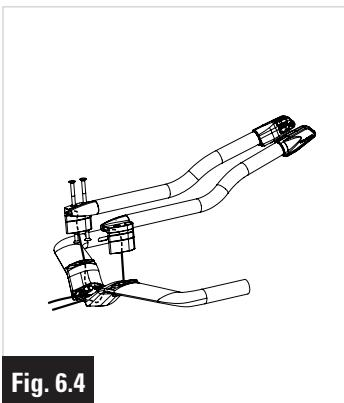
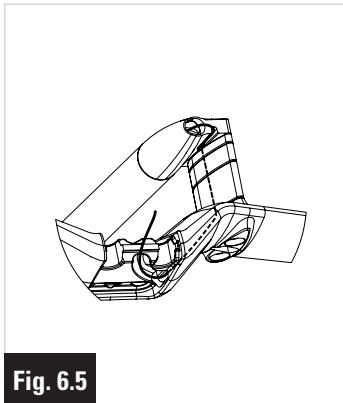

Fig. 6.4
Fig. 6.5
- 3- **Assemblage des prolongateurs sur le cintre.** Faire passer les fils dans les oblongs au niveau de la fixation des supports prolongateur jusqu'aux perçages centraux du cintre (Fig. 6.4). Tendre les fils dans les prolongateurs, et les positionner dans la rainure des supports prolongateurs (Fig. 6.5). Tendre encore les fils dans le cintre et visser les supports prolongateur sur le cintre.